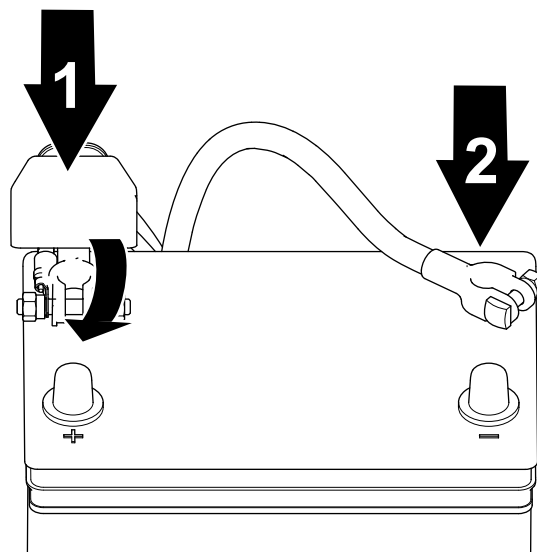

Figure 40
3. Branchez le câble négatif à la batterie et serrez l'écrou de collier de la batterie (Figure 40).
2. Branchez le câble positif à la batterie et serrez l'écrou de collier de la batterie (Figure 40).